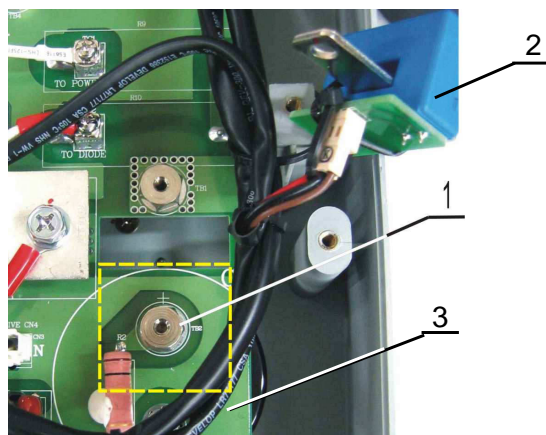

Рис. 7.17
7.9.8. Взять резьбовую втулку 1, прикрутить ее к емкостной плате и выводу «+» конденсатора (рис.7.17)